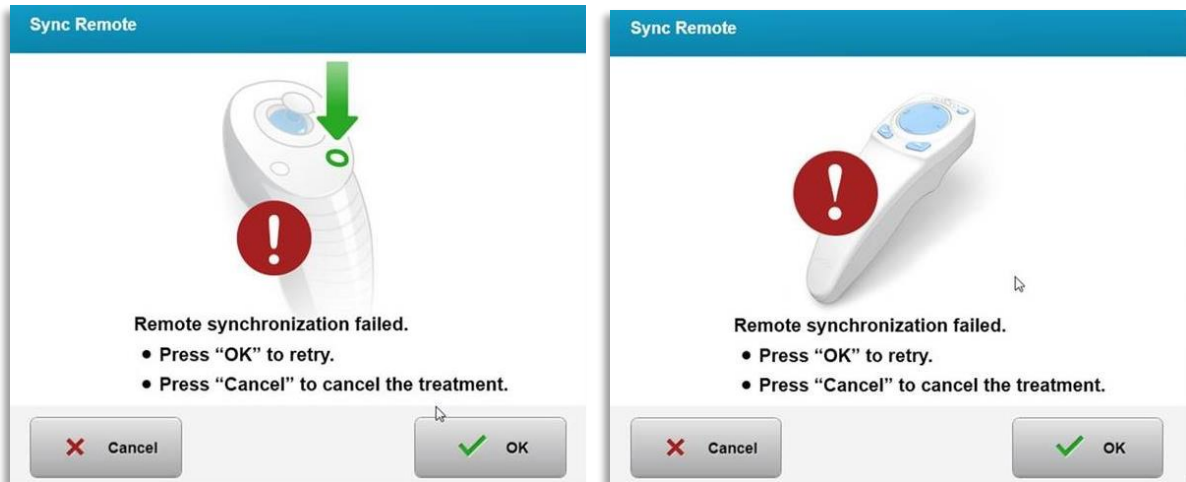

Abbildung 3-18. Synchronisierungsprozess abgelaufen
- Wird die Sync-Taste nicht innerhalb des 15-sekündigen Zeitfensters gedrückt, wird auf dem Bildschirm die Meldung „Ausrichtungs-Fernsteuerung synchronisieren“ (Sync alignment remote) angezeigt (siehe Abbildung 3-18).